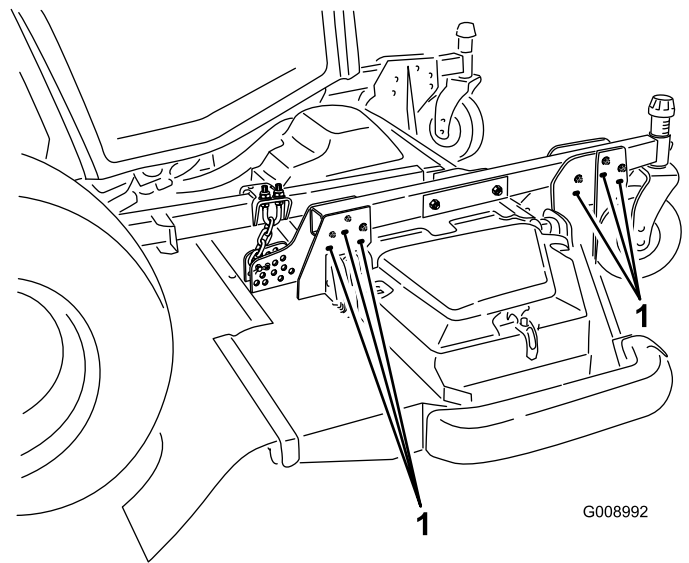

Bild 26
7. Um eine Schnitthöhe von 102 bis 153 mm zu erhalten, entfernen Sie die Befestigungsschrauben, mit denen die Hängehalterungen des Mähwerks an den Schnitthöhenlauftradarmen befestigt sind. Befestigen Sie die Hängehalterungen des Mähwerks dann in den unteren Löchern an den Schnitthöhenlauftradarmen (Bild 26).